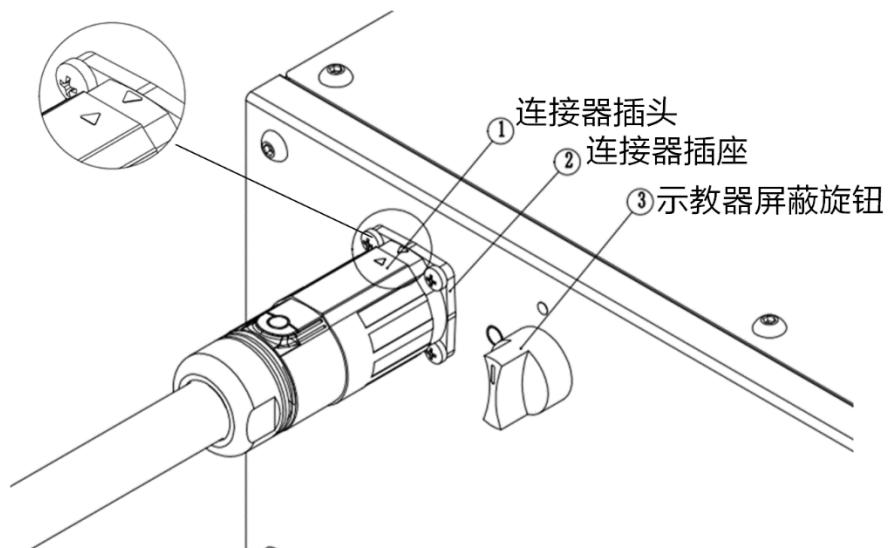

图 3-6 示教器接线示意图
inCube22 控制柜前面板左上角为示教器连接接口，采用快插式连接器连接（见图 3-6）。
步骤2. 将连接器插头①的三角符号与连接器插座②的三角符号对齐（如图 3-6 的局部放大图），推入连接器插头①，并顺时针旋转 45°，使其与连接器插座②卡紧。